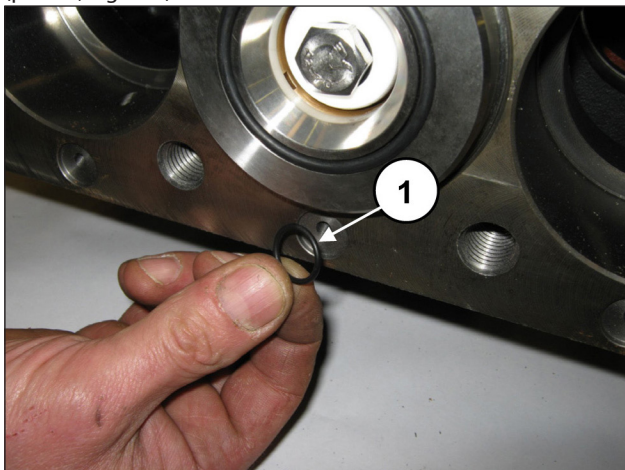

Fig. 134
Aplicar las 6 juntas tóricas frontales del cárter de la bomba (pos. ①, Fig. 134).